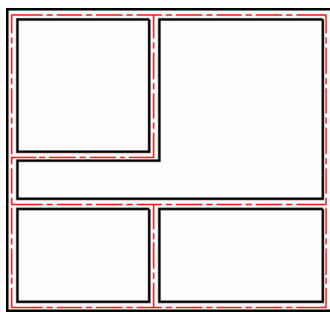

图 2-15 编辑墙线
(4)编辑墙线。单击“墙线”图层,然后执行“修改”→“对象”→“多线”命令,打开“多线编辑工具”对话框(此部分内容见 4.3.10)。选择“T 形合并”等工具编辑多线,分解多线,结果如图 2-15 所示。绘制门窗和尺寸标注的内容将在以后单元中进行讲解。